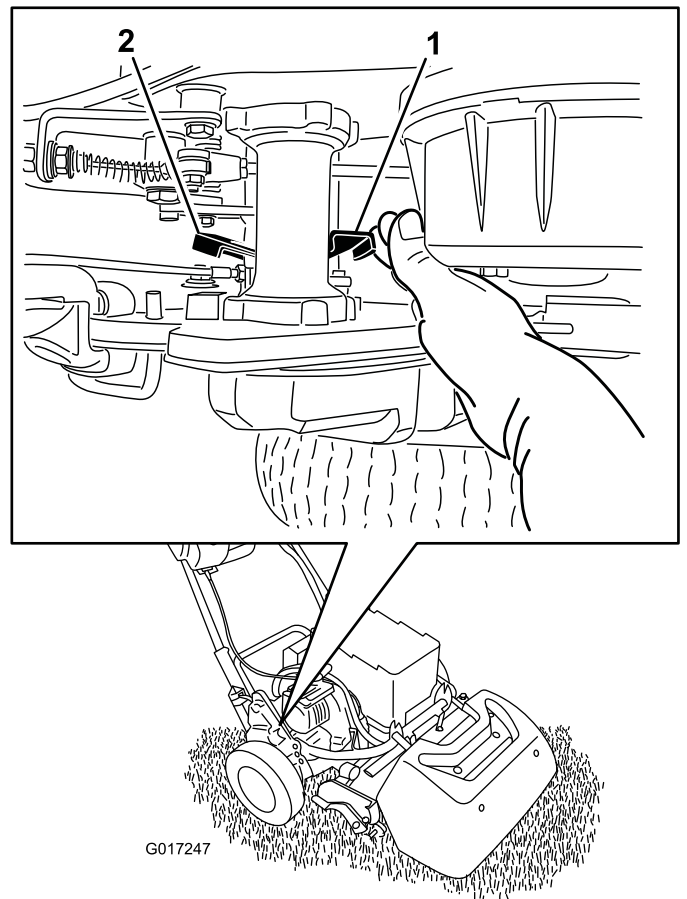

図 32
1. 機体の右後ろ角部にある走行解除レバーを探し出す（走行ハウジングドラムの隣にある）（図 32）。